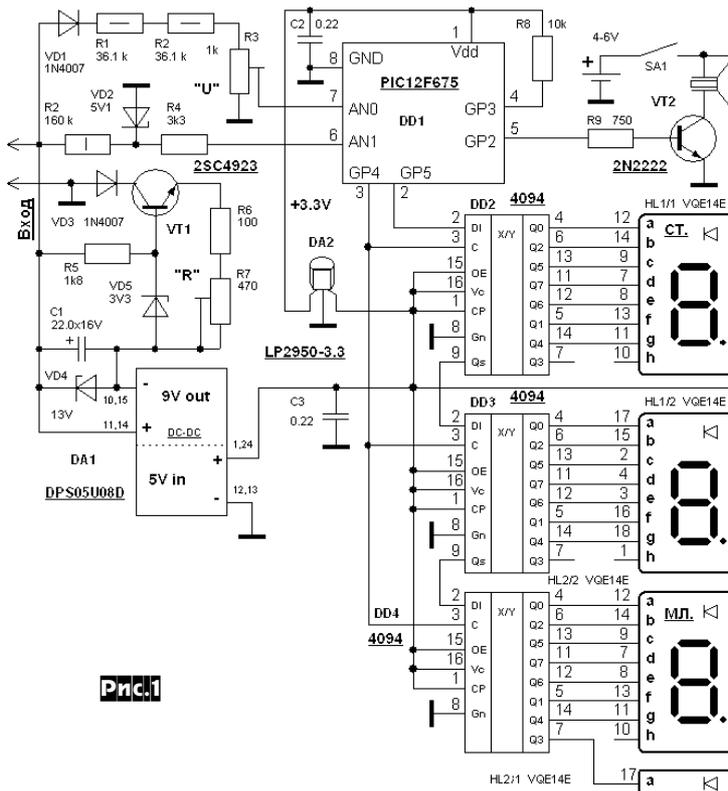

Рис.1
**Основа пробника** - дешевый микроконтроллер PIC12F675, содержащий 10-разрядный АЦП и компаратор (рис. 1). Микросхемы DD2-DD4 - регистры сдвига, на них и на светодиодных индикаторах с общим анодом выполнена индикация. Регистры применены для экономии выводов микроконтроллера (для индикации используется всего две «ножки»), а заодно и для применения статического режима индикации. DA2 - стабилизатор напряжения 3,3 В с малым перепадом между входом и выходом, является также и источником опорного напряжения для АЦП. Элементы VT2 и R9 - усилитель для динамика. Цепочка VD1, R1 - R3 - делитель канала измерения напряжения, который подключен к входу микроконтроллера AN0.